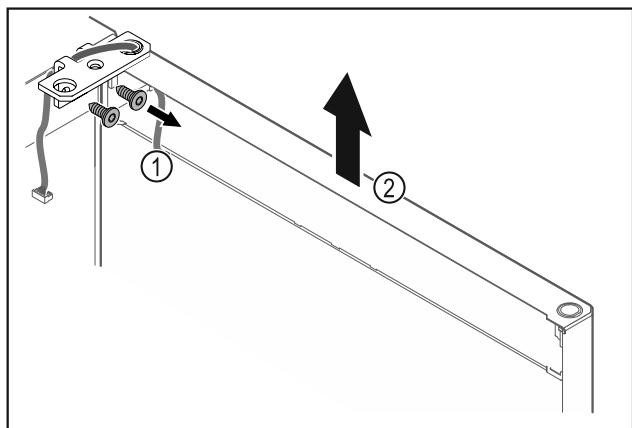

Fig. 25
- ▶ Odvijte kotnik tečaja vrat Fig. 25 (1).
- ▶ Vrata s kotnikom tečaja Fig. 25 (2) dvignite za približno 200 mm naravnost navzgor in jih snemite.